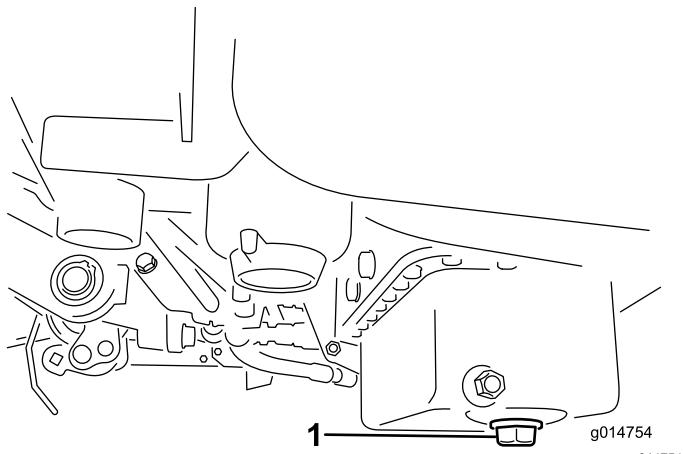

Figura 40
- Togliete il tappo di spurgo e lasciate defluire l'olio in una bacina. Quando l'olio cessa di defluire, rimontate il tappo (Figura 40).